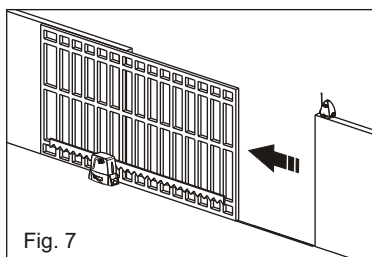

Fig. 7
9) A l'arrivée sur le fin de course de fermeture un cycle d'ouverture sera exécuté automatiquement (Fig.7). A l'arrivée sur le fin de course d'ouverture un cycle de fermeture sera exécuter automatiquement.